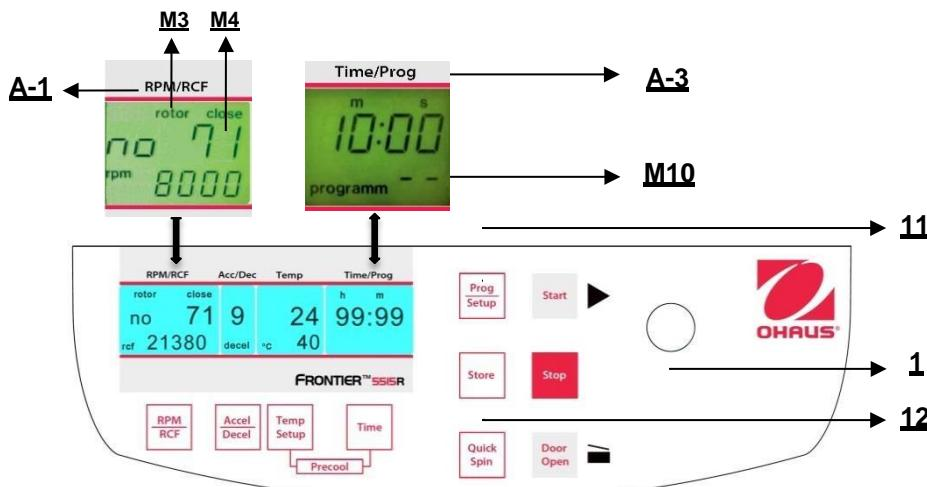

Abbildung. 25
Um gespeicherte Programme aufzurufen, drücken Sie die Taste **"Prog/Setup"** (11) (siehe Abbildung 25), während der Deckel bereits geschlossen ist. Innerhalb der Anzeige **"Time/Prog"** (A-3) erscheint **"programm -"** (M10). Die gewünschte Programmnummer kann vorab mit dem Anpassungsknopf (1) ausgewählt werden.
Um den Programmmodus zu verlassen, drücken Sie lediglich die Taste **"Prog/Setup"** (11) (siehe Abbildung 25). Dann erscheint innerhalb der Anzeige **"Time/Prog"** das Wort **"programm--"**.